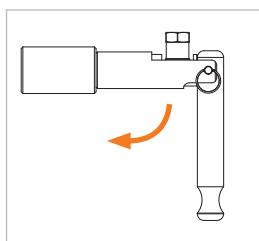

Figure 5
- Actionnez le levier de serrage (pos. 2) vers le haut ou vers le bas (*Figure 5*). Le connecteur s'ajuste automatiquement à la pièce d'essai afin d'établir une connexion étanche.